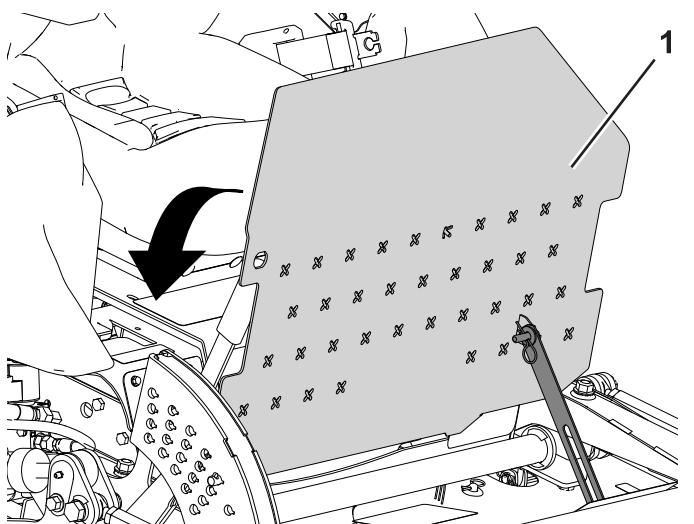

Figura 49
- Pivote la plataforma del operador a la posición de bloqueado (Figura 49).